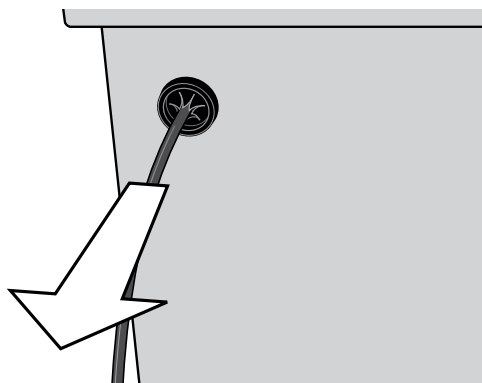

Figura 6
4. Al pasar el cable hacia el interior de la caja, asegúrese de ingresar siempre a la caja desde la parte trasera. Después que la cabeza del cable esté en su sitio, saque (o retroceda) suavemente 5 a 7 cm (2 a 3") de cable para garantizar que las "puntas de estrella" (de protección contra la intemperie) queden dirigidas hacia la parte exterior de la caja (figura 6). *Nunca empuje el cable desde el interior de la caja para exponer al medio ambiente las puntas del enchufe de conexión*